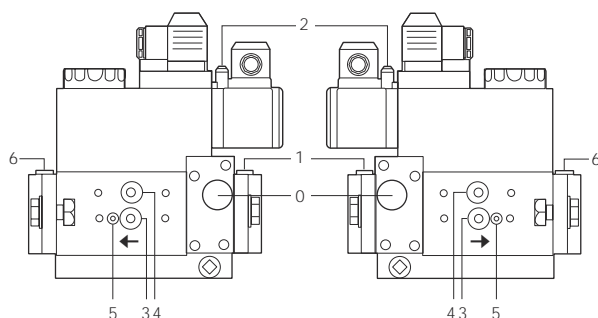

Fig. 41
- Limpie y controle de los filtros de las valvulas de gas (Fig. 41 y siguientes)